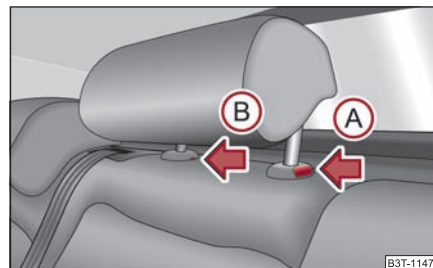

Fig. 83 Asientos traseros: reposacabezas central
- Pulse el seguro en sentido de la flecha (A) ⇒ fig. 83, presione al mismo tiempo con un destornillador plano, con un ancho de 5 mm como máx., el seguro en el orificio (B) y retire el reposacabezas.